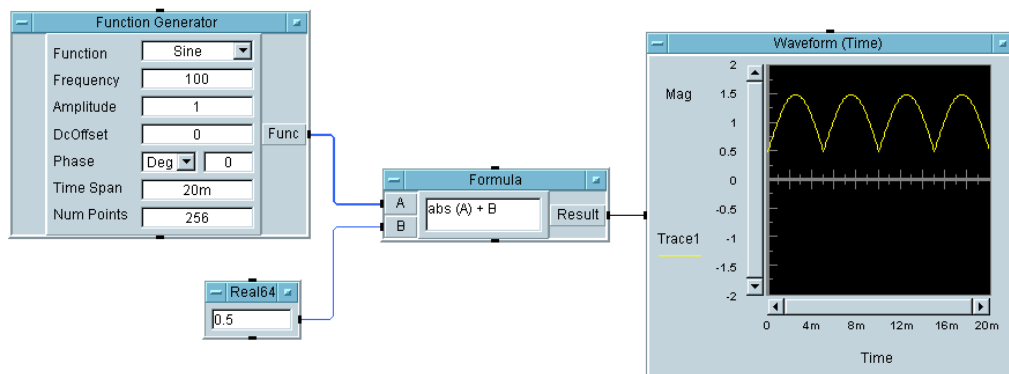

図 2-17. Formula オブジェクトのプログラムを作成する
2. [Device] ⇒ [Formula] を選択して、Formula オブジェクトをメイン・ウィンドウに追加します。オブジェクトの入力端子領域にマウス・ポインタを置いて **Ctrl+A** キーを押し、2 番目の入力端子 (B) をオブジェクトに追加します。
3. 入力フィールドに演算式「abs (A) +B」を入力します。
6. 図 2-17 のようにオブジェクトを接続します。プログラムを実行します。